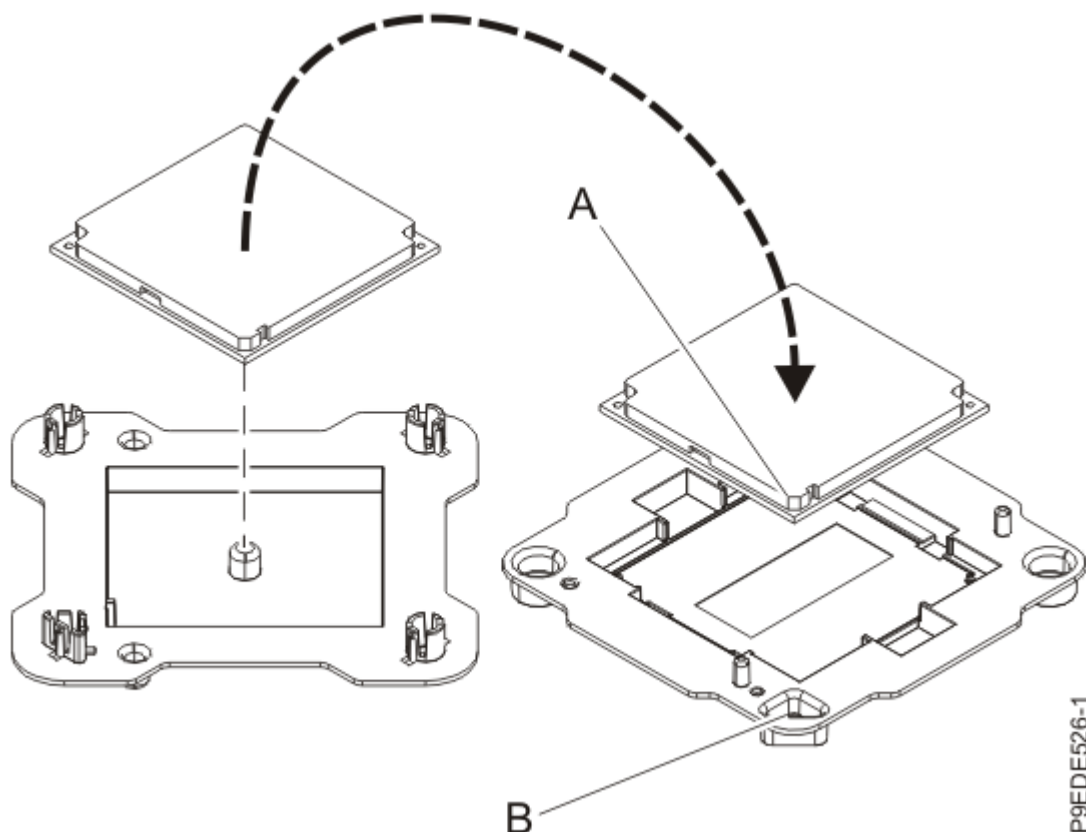

Abbildung 32. Systemprozessormodul in der Verpackung platzieren
9. Greifen Sie das von Ihnen ausgetauschte Systemprozessormodul vorsichtig an den Kanten und heben Sie es aus der Verpackung. Richten Sie die abgeschrägte Ecke des Moduls **(A)** an der Ecke der Verpackung aus, die ein Dreieck aufweist **(B)**, und platzieren Sie das Modul in der Verpackung, siehe Abbildung 32 auf Seite 35. Schließen Sie die Verpackung.